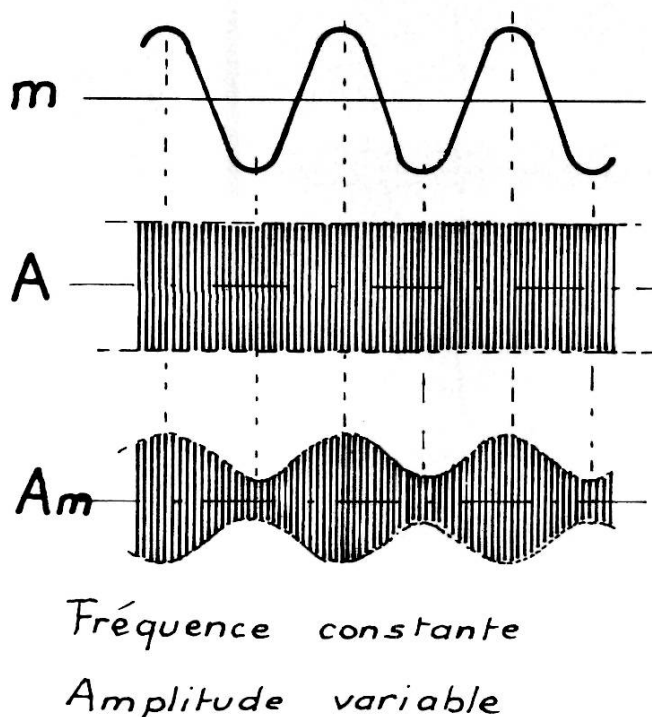

Fig. II-3. — Modulation AM.
a) La modulation d'amplitude (AM) — (Voir fig. II-3).